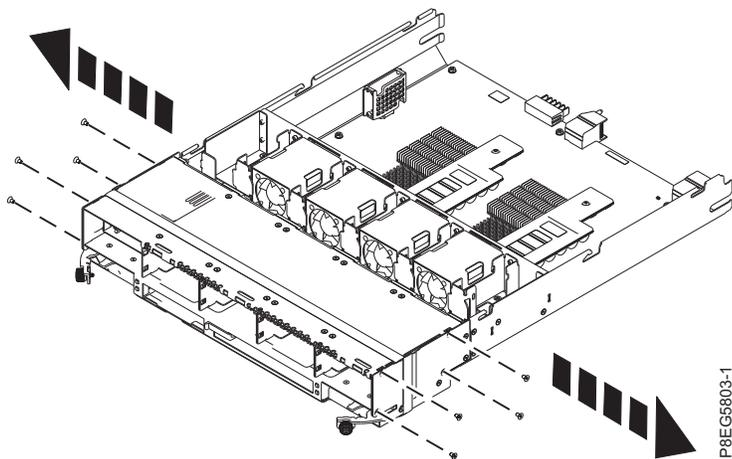

Figura 12. Removendo parafusos do conjunto RAID
12. Remova os quatro parafusos de cada lado do conjunto RAID usando uma chave de fenda Torx T10. Consulte Figura 12